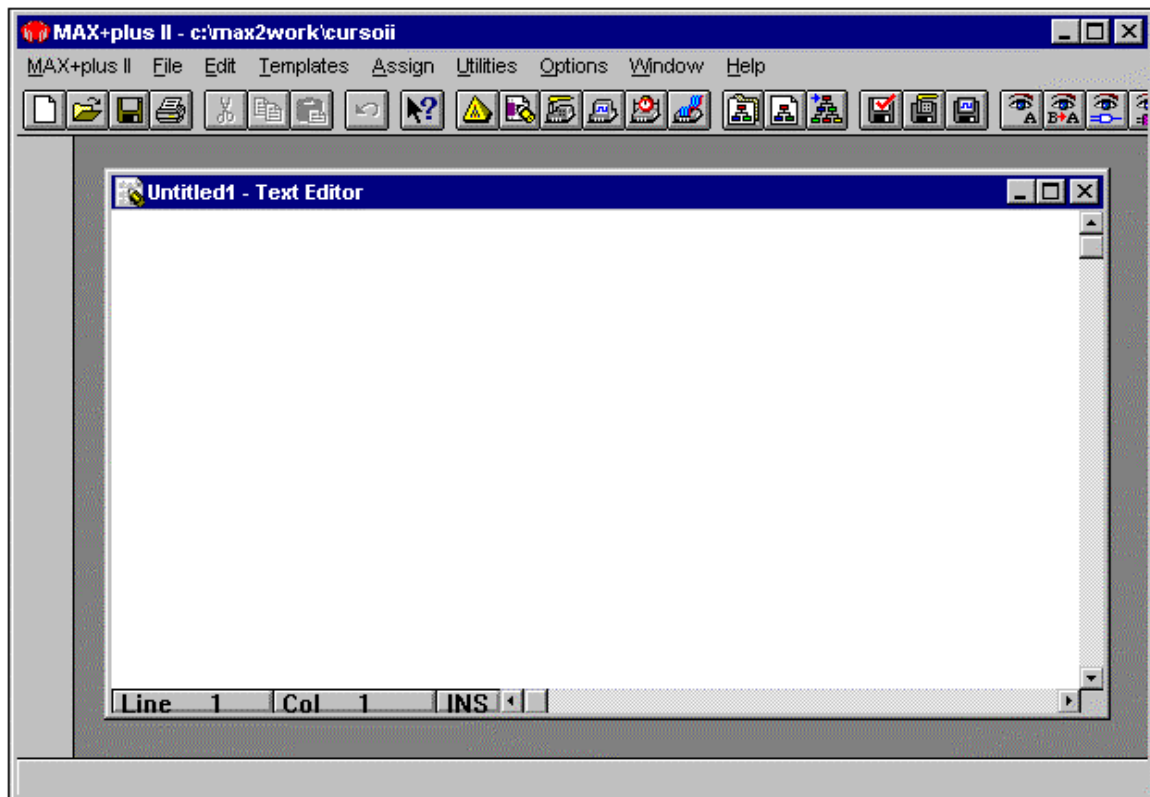

Figura 11
5.1.2 Escolha *New* no menu *File*, selecione *Text Editor file*, e clique *OK* para abrir a janela *Text Editor* (veja exemplo na figura 11).